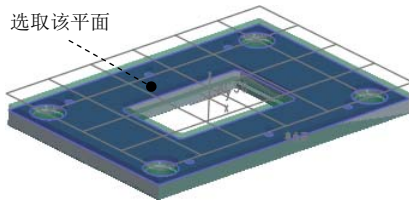

图 3.4.11 选取加工参考面
Step3. 在“表面铣削”操控板中单击 **参考** 按钮，在弹出的“参考”设置界面中的 **类型** 下拉列表中选择 **曲面** 选项，单击 **加工参考** 列表框，选取图 3.4.11 所示的平面（参考模型的顶面）。